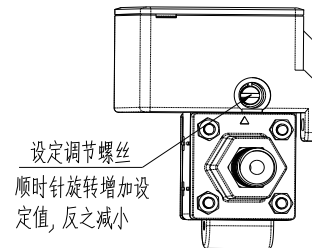

图 4
3. 打开上盖，调整设定值：该设定值意味着当被测压力/压差上升到该值时，开关动作。压力/压差下降到设定值以下开关便返回到原状态。该设定值通过调节压差开关右侧面的调节螺丝获得，如下图 4，仅需要用一字螺丝刀旋转调节螺丝，使指针与对应压差刻度值对齐即可。